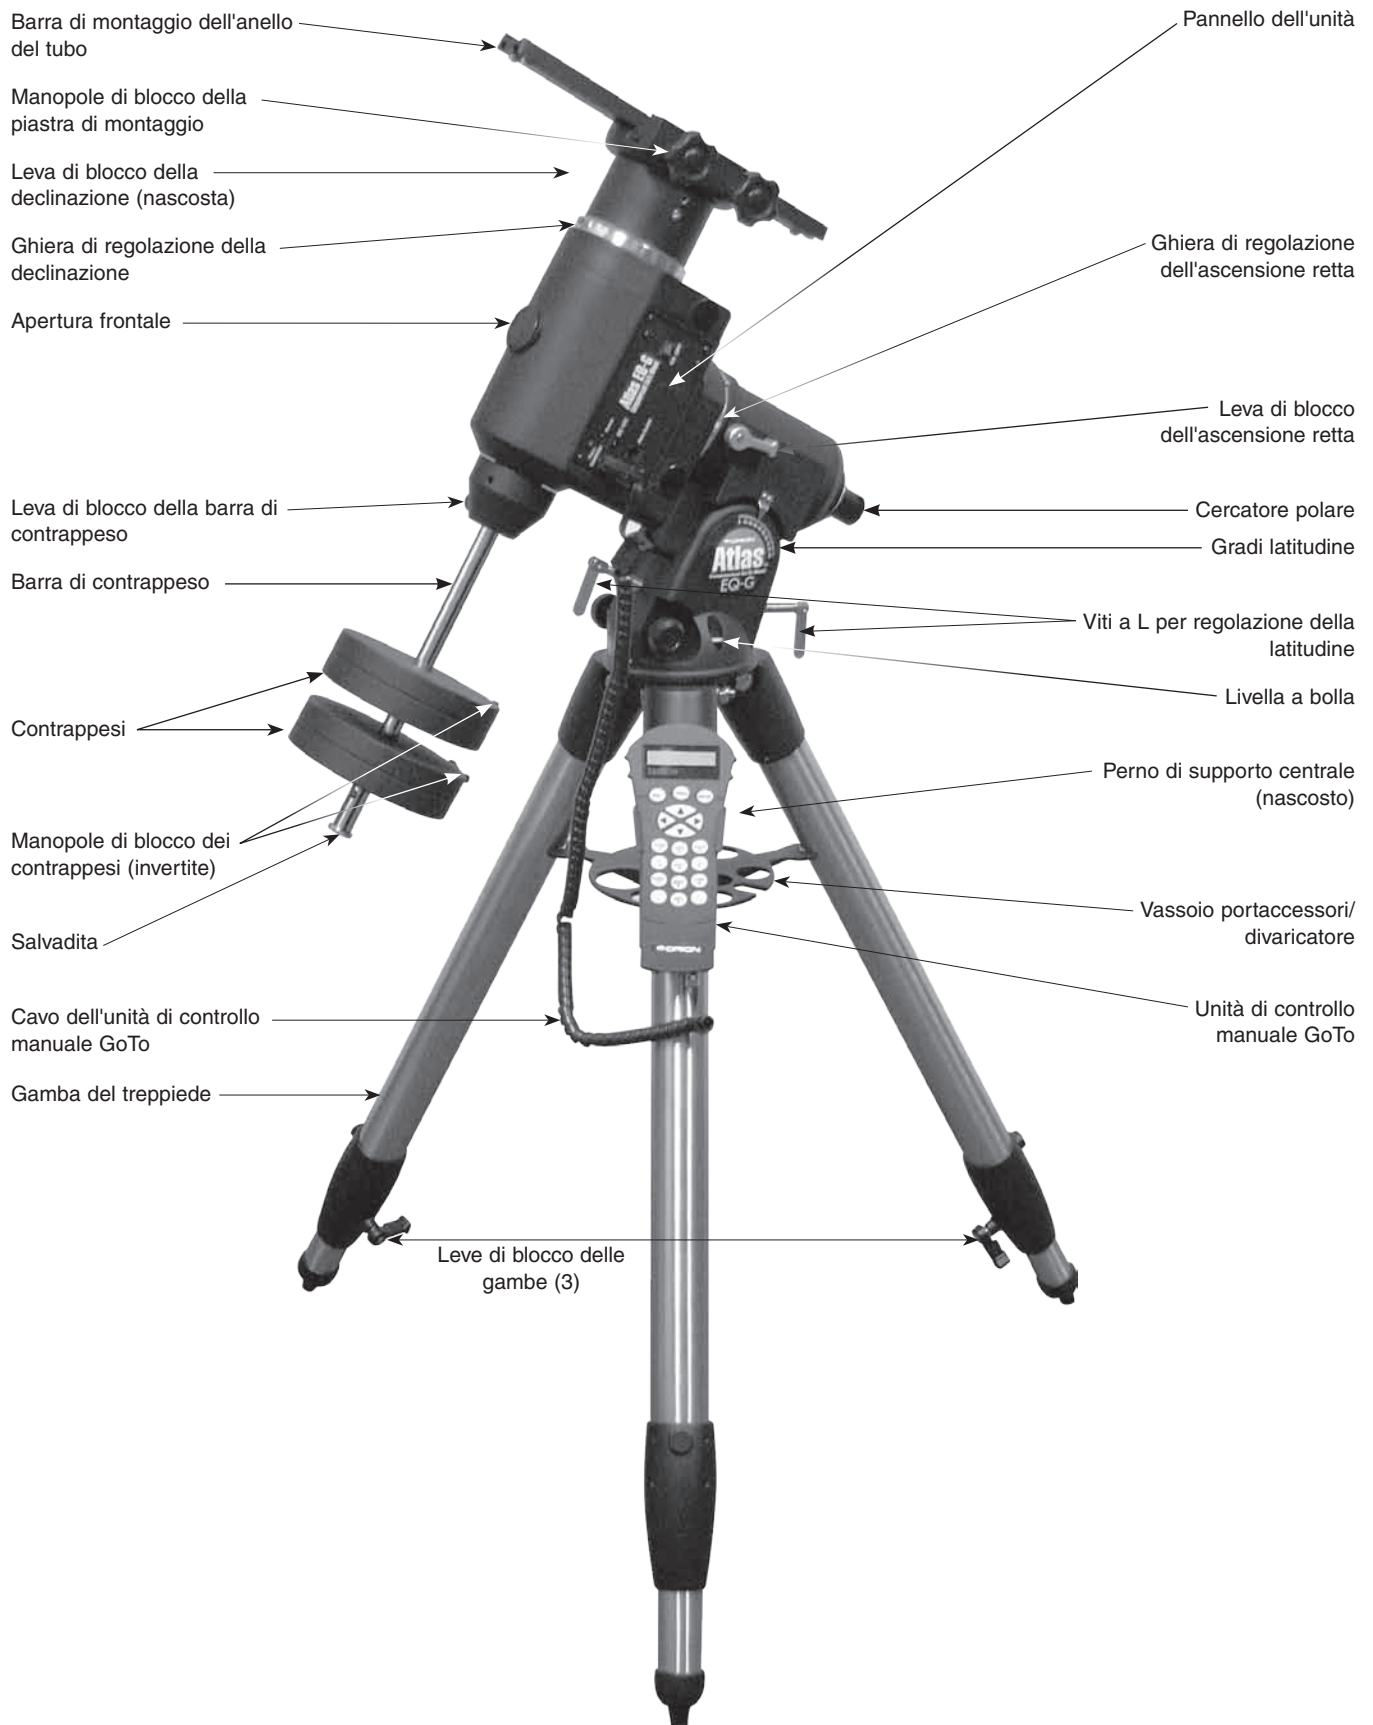

Figura 1. Montatura Atlas EQ-G.
Fare riferimento alla **Figura 1** durante il montaggio.
2. Usando la livella a bolla sulla montatura come riferimento (**Figura 1**), portare la montatura in bolla regolando la lunghezza delle gambe del treppiede, se necessario.
1. Allentare la leva di blocco della barra di contrappeso (vedere **Figura 1**) ed estendere completamente la barra, quindi serrare nuovamente la leva di blocco.
2. Allentare la leva di blocco dell'ascensione retta e ruotare l'asse di ascensione retta in modo che la barra di contrappeso sia rivolta a terra, come in **Figura 1**.